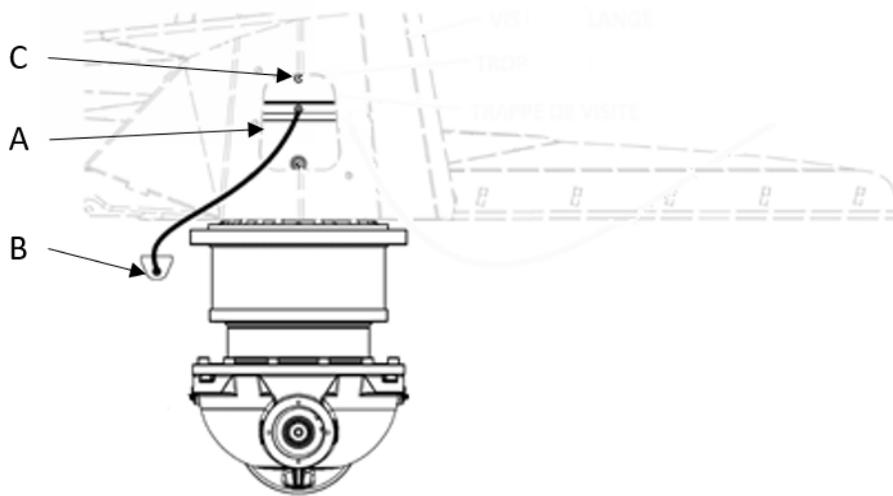

Figure 48 — Graissage des planétaires
1. Retirez la trappe de visite (repère A, Figure 48) et profitez-en pour nettoyer l'intérieur de la vis de mélange.
2. Trouvez le port de graissage sous le réservoir d'huile (repère B, Figure 48).
3. Graissez le planétaire jusqu'à ce que de la graisse sorte par le trop-plein (repère C, Figure 48).